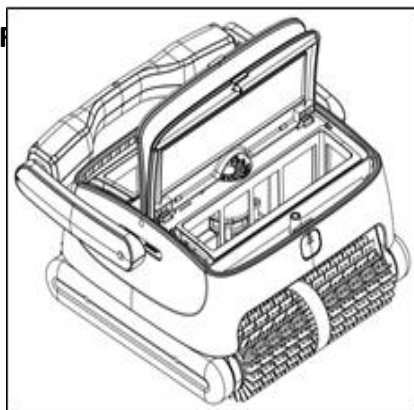

Figure 3
- c. Ouvrez le clapet du dessus (voir figure 3)